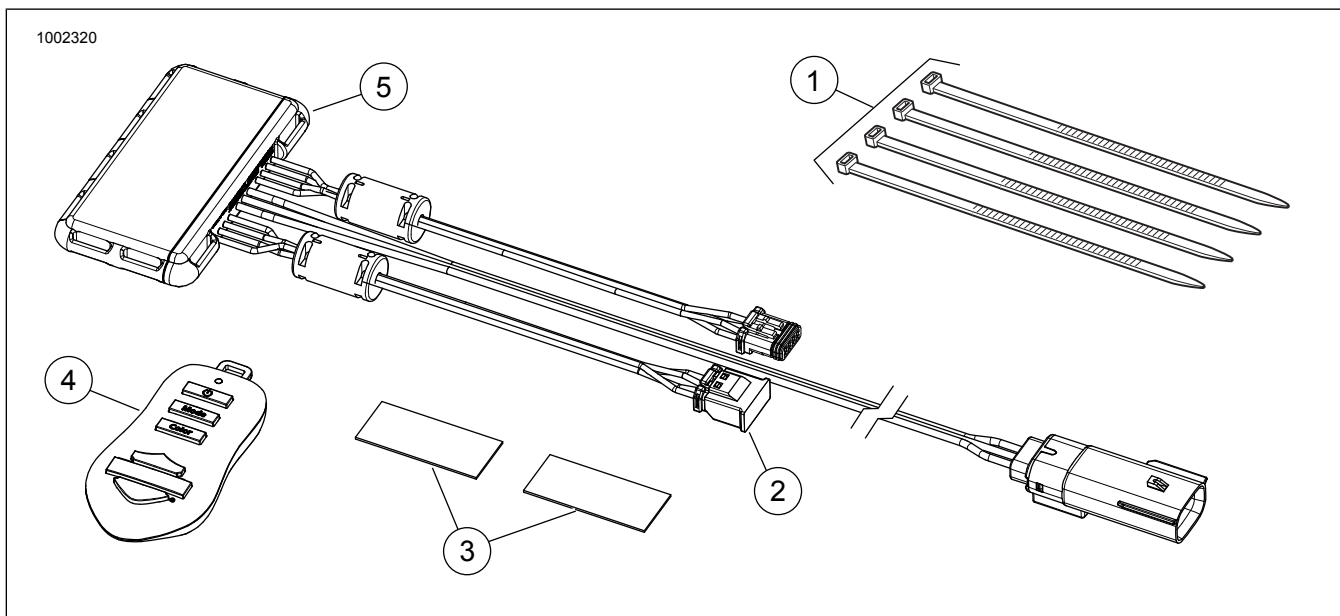

Figura 2. Peças de reposição, Kit do controlador Spectra Glo
Figura 2 e Tabela 1.
5. Figura 2 Escolha uma localização adequada para montar o controlador (5) por baixo do assento ou por detrás da cobertura lateral esquerda. Use fita adesiva de dupla face (3) fornecida no kit, ou abraçadeiras de cabo (1).